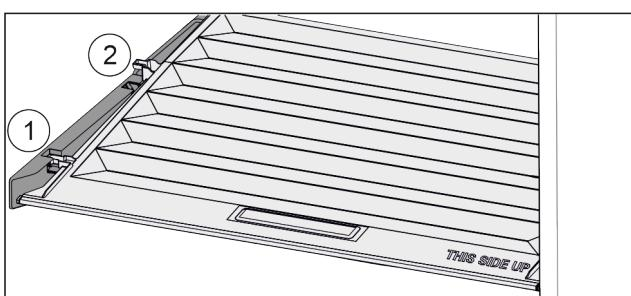

Fig. 115
- ▶ Кришку до отвору в деталях для підтримки потягнути вперед Fig. 115 (1).
- ▶ Підняти ззаду знізу та вийняти Fig. 115 (2) вгору.